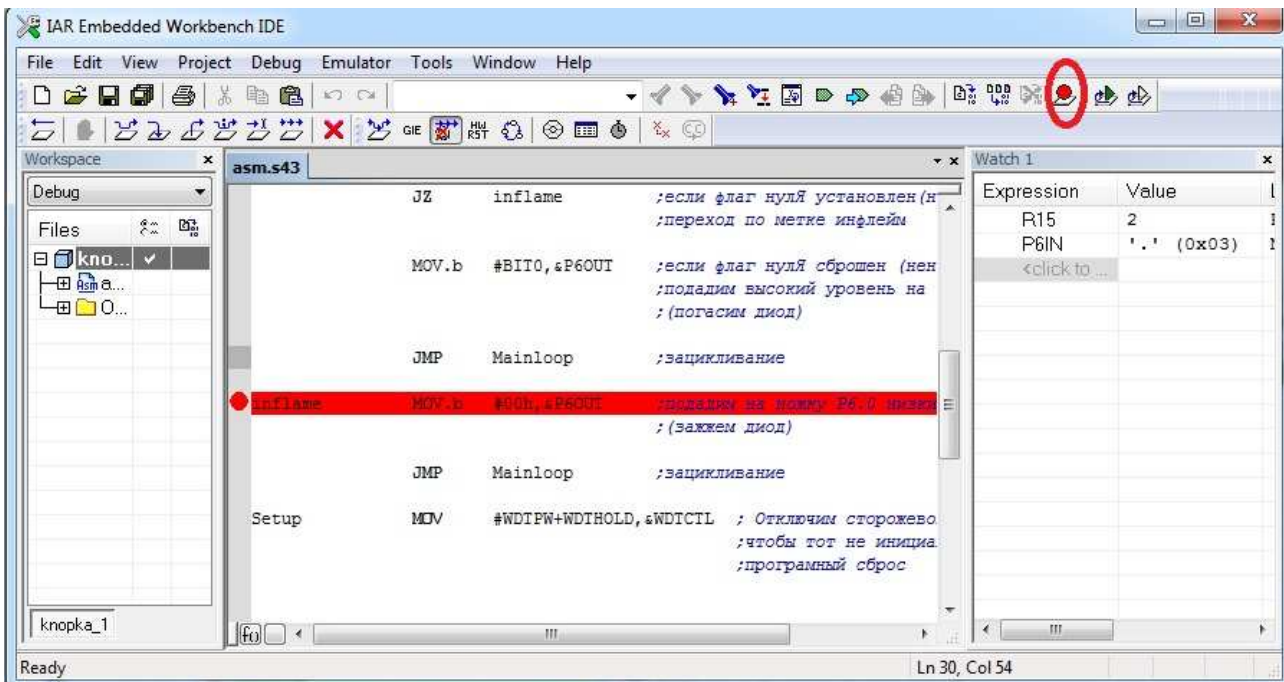

Рис. 9. Установка break point
3.5. Установите точку останова break point на строчку MOV.b #00h, &P6OUT (рис. 9), отметив её позицию левой клавишей мыши. После этого нажмите на кнопку Toggle Breakpoint в правой верхней части рабо-